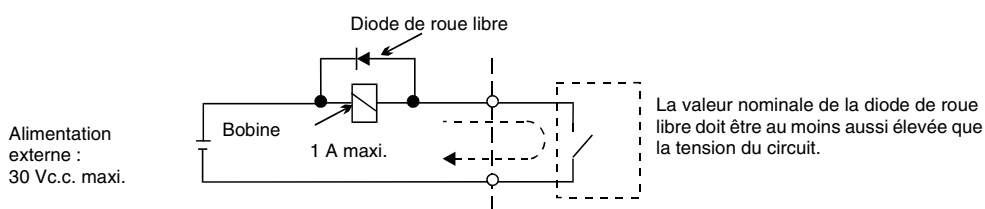

Fig. 6 Raccordement de la diode de roue libre
- \*3. Lors de la manipulation d'une charge réactive, telle qu'une bobine de relais alimentée en c.c., toujours insérer une diode de roue libre comme illustré à la Fig. 6.